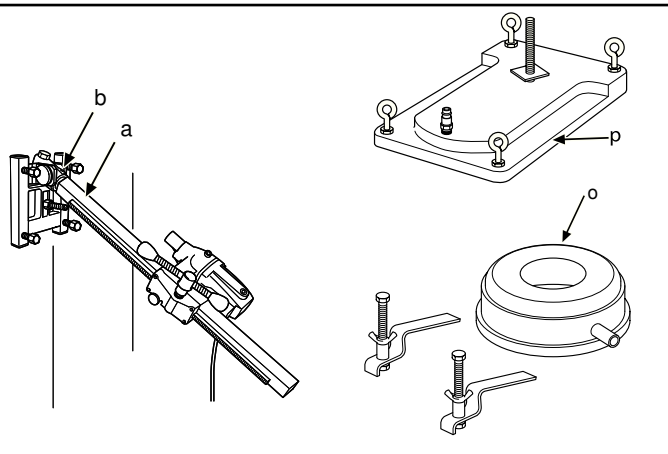
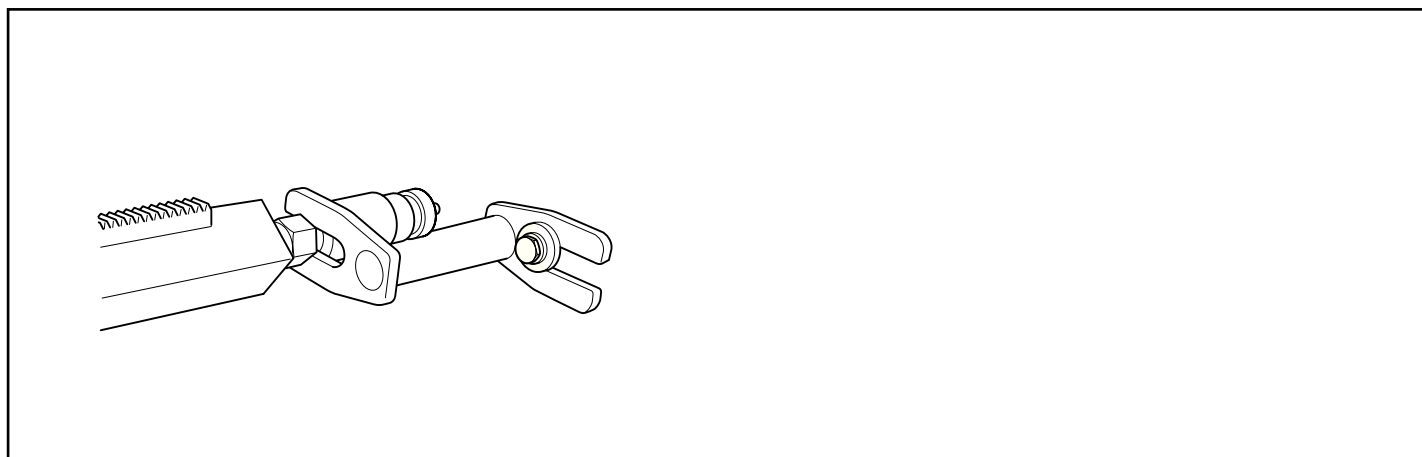

Рис.9
Рис.15
Убедитесь в правильном закреплении анкерного болта. При использовании вакуумной пластины стена не должна быть пористой, и должен быть использован вакуумный насос. Для сверления с DMS 160 Gyro в стенах или потолках может быть использована стяжная шпилька для крепления дополнительной колонки. Смотрите Рис. 9 и Рис. 15.
2. DMS 160 AT: сверлильная колонка установлена на поворотном кронштейне опорной плиты. Колонка может вращаться на 360° и фиксироваться в любом положении стопорным винтом (A) (Рис. 9). Затяжка стопора (A) делается шестигранным ключом на 8 мм.
3. Сверлильная колонка наклоняется на нужный угол и зажимается гайкой (B), используя ключ на 24 мм.
4. Если используется вакуумная пластина (P) (рис. 9) (опция), то удостоверьтесь, что поверхность не является пористой и не может отслоиться от перекрытия или стены. Вакуумный насос должен создавать достаточный вакуум под вакуумной пластиной, оптимальный насос - Husqvarna VP200.
5. Избегайте перелива воды через край водосборного кольца (O) (Рис. 9).
6. Чтобы лучше закрепить сверлильную колонку, может быть использован спец. кронштейн (опция) (Рис. 15). Кронштейн крепится к потолку на анкерный болт напротив упора сверлильной колонки. Фиксируется на упоре стопорной гайкой 30 мм.